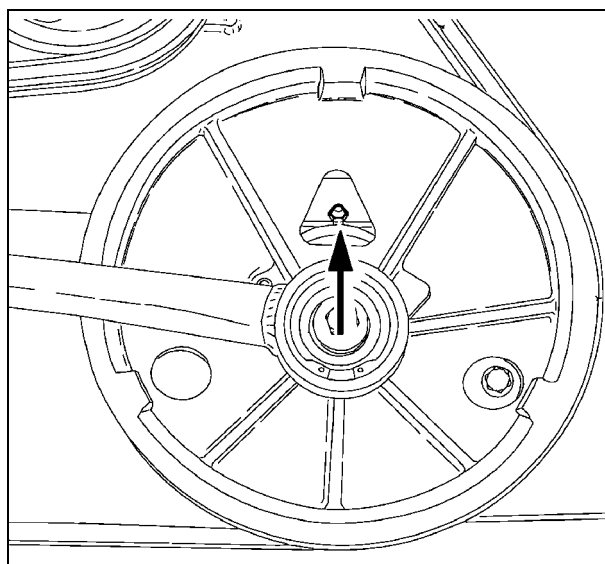

Рис. 45
34. ЛЕВАЯ ОПОРА ШНЕКА НЕДОМОЛОТА - Рис. 45